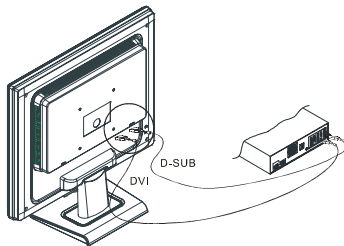

图 1-4
2. 将信号线一端插入LCD 显示器的D-SUB或DVI（可选）接口。（见图1-4）